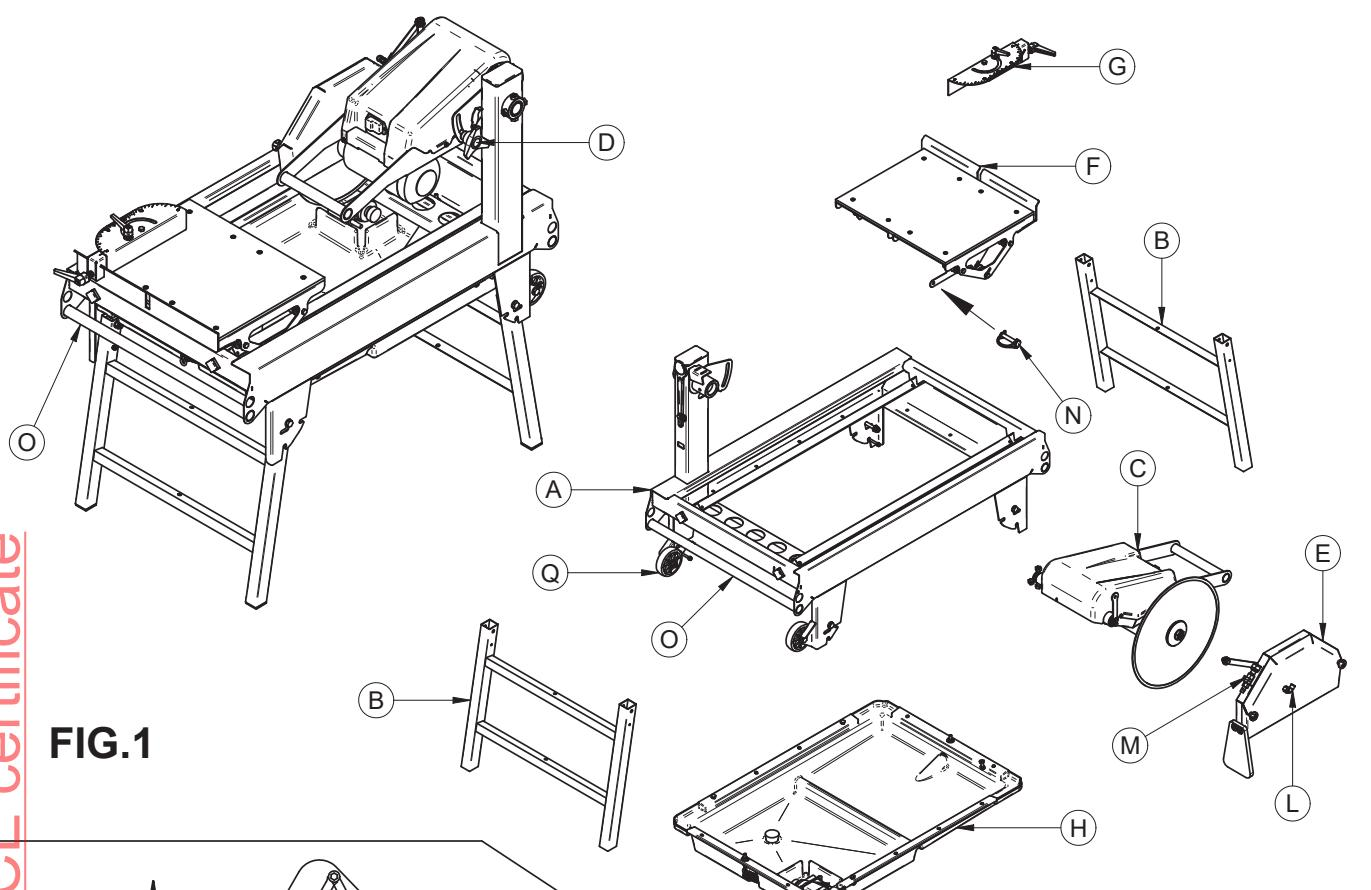

FIG.1
Antes de transportar la máquina por la obra, bloquee el cabezal en posición inferior, apriete el pomo (fig. 1, ref.D), bloquee el carro con la chaveta (fig. 1, ref. N), desenchufe la máquina y levántela sujetándola por las manillas del bastidor (fig. 1, ref. O).
Para abrir las patas: levante la parte trasera de la máquina (fig. 1, ref. 1), tire de la pata en la dirección que indica la flecha (fig. 1, ref. 2) para alejar el tornillo (fig. 1, ref. 3) del tope, gire la pata para abrirla (fig. 1, ref.4), desplace el tornillo hasta que encaje en la ranura (fig. 1, ref. 5) y apoye la máquina sobre el pavimento. A continuación, levante la parte delantera de la máquina y repita la secuencia de apertura anterior con las patas traseras. Para cerrar las patas, repita la secuencia de operaciones anterior en orden contrario.
La sierra M400 SAMRT pesa 77 kg y se puede transportar a mano, levantándola por las manillas del bastidor, o con un elevador, enganchando las eslingas en los puntos indicados (fig. 1, ref. P). Las ruedas (fig. 1, ref. Q) facilitan las maniobras a la hora de cargar la máquina en un vehículo utilizando una plataforma.
Abra el grifo (fig.1, ref. M) y compruebe que haya un abundante flujo de agua de refrigeración sobre el disco diamantado.
Apoye el material que se ha de cortar sobre la superficie del carro acercándolo al tope. Establezca la inclinación deseada mediante el goniómetro. Para regular la altura del cabezal de corte, afloje el pomo (fig. 1, ref. D), coloque el cabezal a la altura deseada y enrosque el pomo a fondo. Desplace el tope (fig. 1, ref. D), que se encuentra cerca del pomo, en función del diámetro del disco montado (350 o 400 mm) para compensar la profundidad de corte y evitar que se dañe el carro. Con el disco de 350 mm, coloque el tope en la posición que muestra la fig.3, ref. B. Con el disco de 400 mm, coloque el tope en la posición que muestra la fig. 3, ref. C. Ponga la sierra en marcha como se describe en el apartado 10. Para efectuar el corte, coloque la pieza que desea cortar (fig. 3, ref. D) sobre el carro y, luego empújelo hacia el disco colocando las manos en los lados del plano, como se muestra en la Fig. 3, Ref.E. Una velocidad de avance excesiva respecto al espesor y a la dureza del material puede interrumpir el movimiento de rotación de la hoja. En este caso, libere el disco lo antes posible desplazando el carro para alejar la pieza hasta que el disco recupere el régimen de rotación nominal. Continúe con el corte adecuando la velocidad de avance a las características del material.
Periódicamente, o cuando el caudal del agua de refrigeración disminuye, es preciso limpiar el circuito de alimentación de agua. Desmonte y límpie la boquilla que está dentro del cárter del disco (fig. 1, ref. E). Lave la tubería con agua, desde la bomba hasta el grifo que está en el cárter.
1. Bloquee el desplazamiento vertical del cabezal de corte con los pomos (fig. 1, ref. D).
2. Quite la cubierta delantera de protección (fig. 1, ref. E).